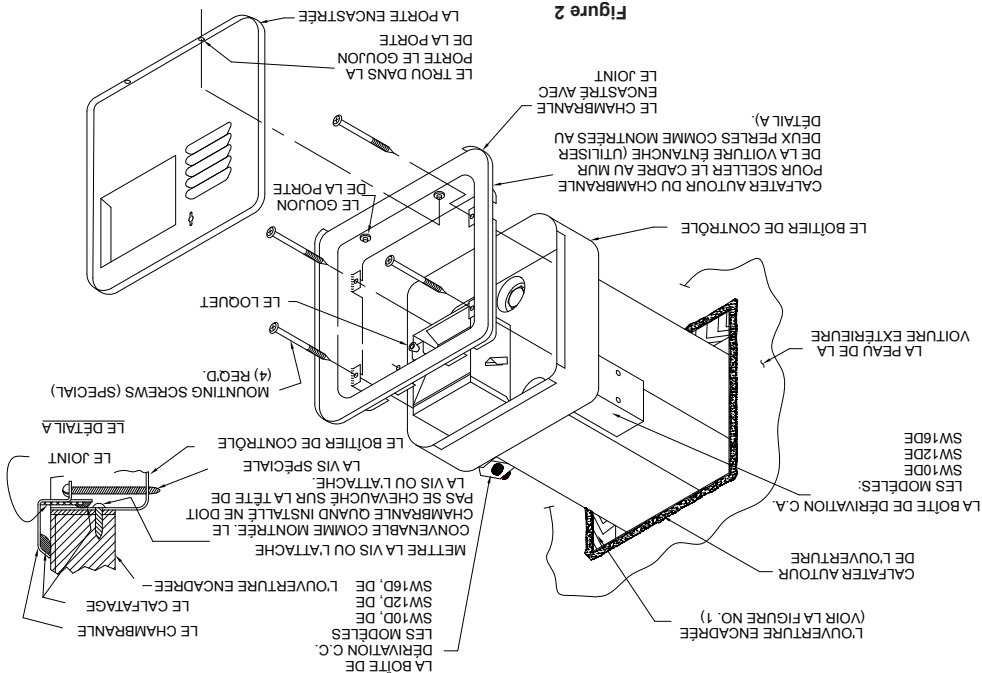

Figure 2
- B.** Se référer à la Figure 2 pour l'emplacement de la boîte de dérivation C.A. sur les modèles SW10DE, SW12DE et SW16DE. Se référer à la Figure 5 pour la boîte de dérivation C.A. sur le modèles SW10DEM, SW12DEM et SW16DEM.